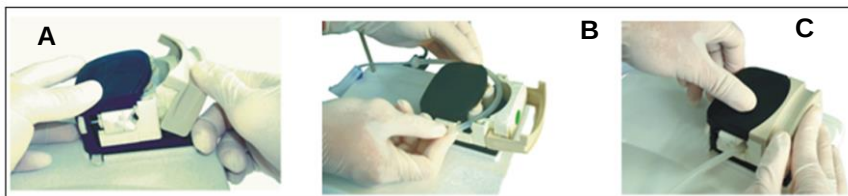

Fig. 4
Non attivare il pedale di Ultrasurgery quando la copertura della pompa peristaltica è aperta. (Fig. 4 - Rif. B). Le parti in movimento possono ferire l'operatore.
Non attivare il pedale di Ultrasurgery se la copertura della pompa peristaltica è aperta. (Fig. 4 - Rif. B). Le parti in movimento possono ferire l'operatore.
- Aprire la copertura (Fig. 4 - Rif. A) fino al punto massimo;
- Posizionare il tubo nel girante (Fig. 4 - Rif. B).
- Chiudere completamente la copertura (Fig. 4 - Rif. C).